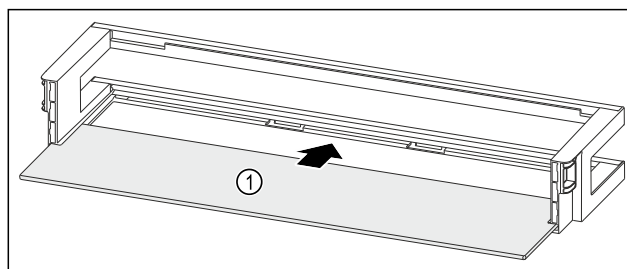

Fig. 90 Estantes en la contrapuerta con estante
- Introduzca el estante Fig. 90 (1) en los huecos laterales.